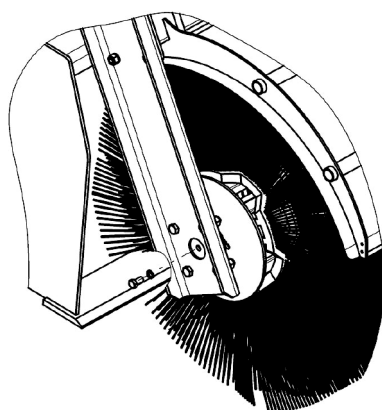

Рисунок 10 - Расположение болта крепления подметающего барабана
1. Отверните болт крепления подметающего барабана к опоре корпуса щетки со стороны шарнирной опоры (Рис. 10).